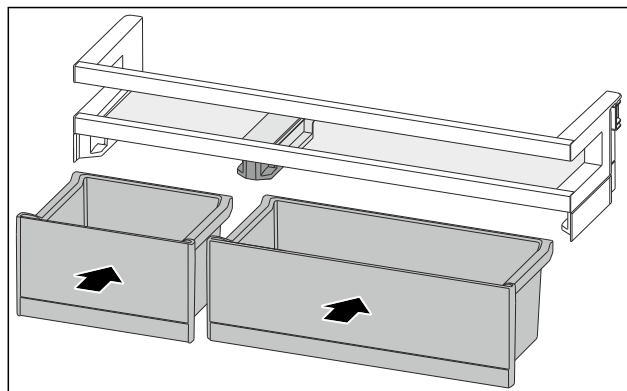

Fig. 127
- VarioBoxy vložte v opačném pořadí. (viz Fig. 127)